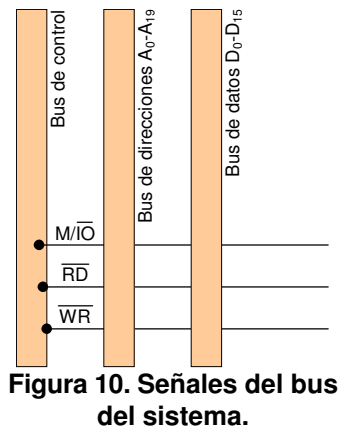
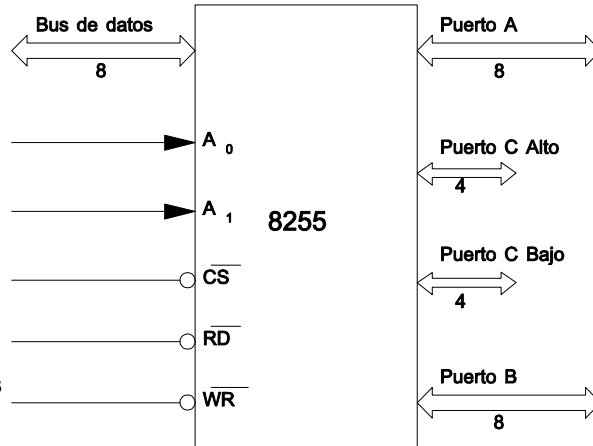
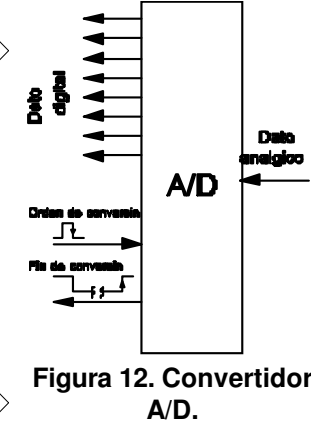

Figura 10. Señales del bus del sistema.
Figura 11. Interfaz paralela programable 8255.
Figura 12. Convertidor A/D.
6. Se desea conectar un sistema basado en 8086 (el bus del sistema se detalla en la Figura 10) al convertidor analógico / digital (A/D) de la Figura 12 mediante un interfase paralelo programable 8255 (Figura 11), que comprende tres puertos de 8 bits (A, B y C) y un registro o puerto de control.